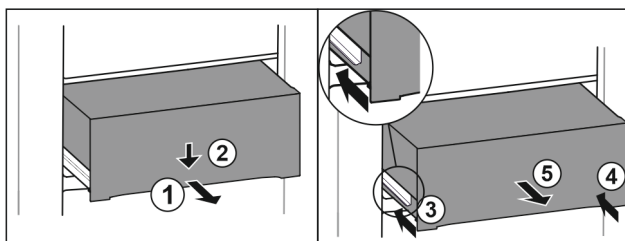

Fig. 96
- ▶ 将抽屉拉出一半。 Fig. 96 (1)
- ▶ 朝下按压正面的抽屉。 Fig. 96 (2)
- ▶ 将左侧轨道推入大约 2 cm。 Fig. 96 (3)
- ▶ 将右侧轨道推入大约 2 cm。 Fig. 96 (4)
- ▶ 朝前取出抽屉。 Fig. 96 (5)